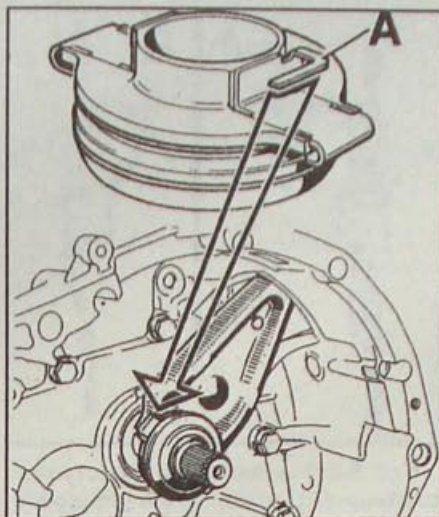

Рис. 5.9. Установка подшипника выключения сцепления на направляющую втулку:
- Установите подшипник выключения сцепления на направляющую втулку, заведя выступ (А, рис. 5.9) подшипника в паз вилки. Проверьте правильность перемещения узла.